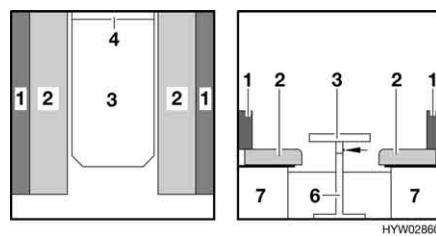

Fig. 48 Prima della trasformazione
- Sistemare i cuscini del divano (Fig. 48,2).
- Sollevare leggermente il piano del tavolo in avanti (Fig. 48,3).
- Sbloccare il piede del tavolo (Fig. 48,6) dall'elemento di fissaggio e ribarbarlo verso l'alto sul lato inferiore del tavolo.